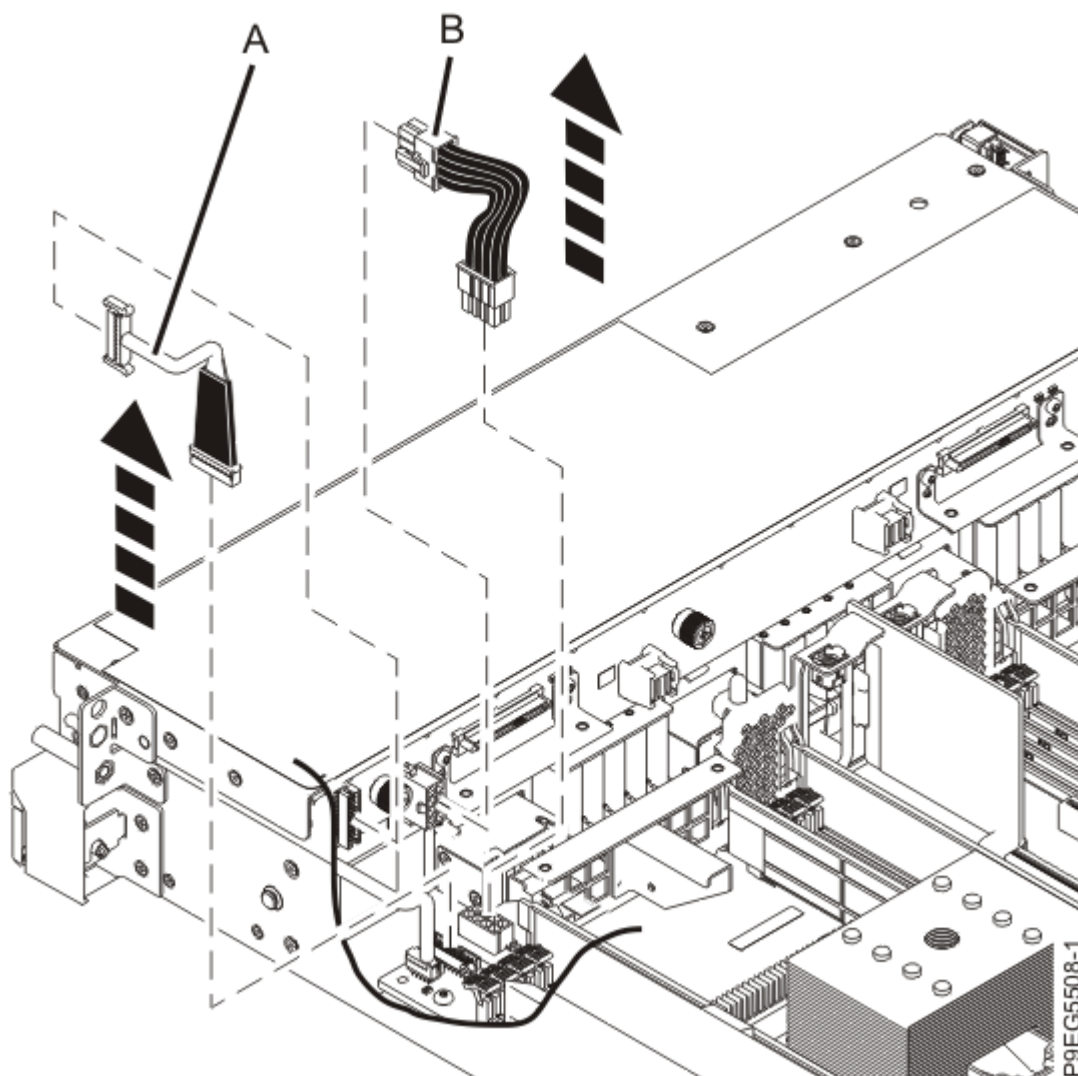

図 12. 信号ケーブルおよび電源ケーブルの切り離し
7. 信号ケーブル **(A)** および電源ケーブル **(B)** にラベルを付け、ディスク・ドライブ・バックプレーンから切り離します (14 ページの図 12 を参照)。